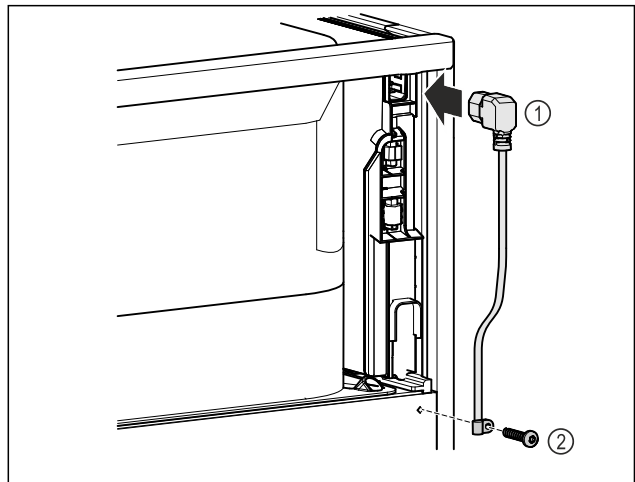

Fig. 8
- ▶ Συνδέστε την υποδοχή τροφοδοσίας του καλωδίου τροφοδοσίας Fig. 8 (1) στην πίσω πλευρά της συσκευής.
- ▶ Τοποθετήστε το ανακουφιστικό καταπόνησης. Fig. 8 (2)